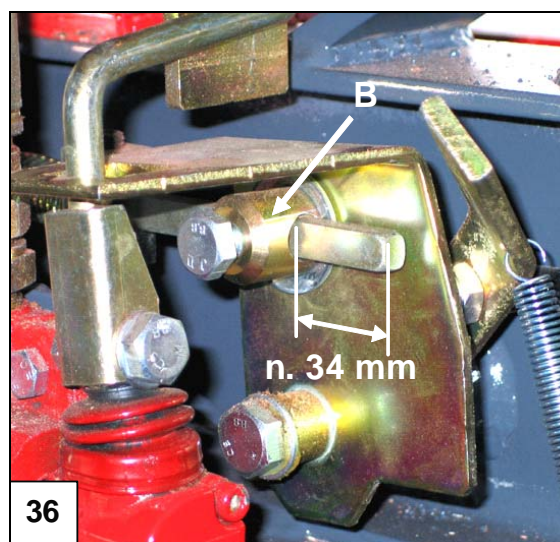

Bild 36. Ventilens basjusteringar 2/2
- Grovjustering ca 34 mm, bild 36.
1. Lösa låsskruven för axel B, nyckel 17 mm, bild 36.